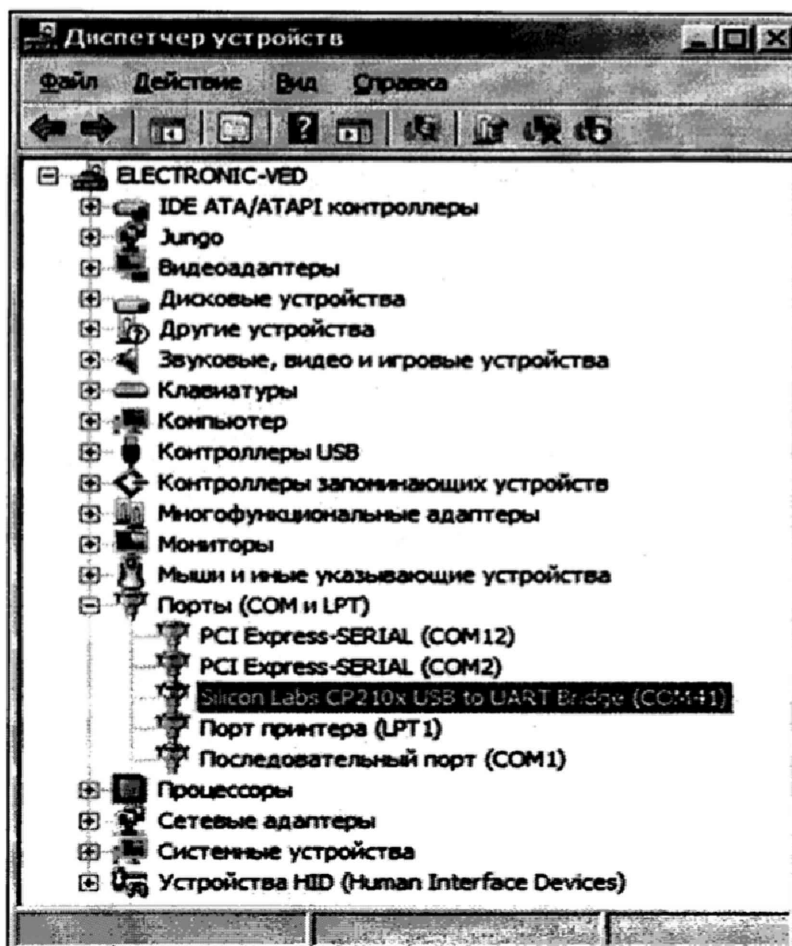

Рисунок 2.
10.3 После установки драйверов, при подключенном контроллере «Метройл», в диспетчере устройств, во вкладке «Порты (COM и LPT)» появится устройство типа «Silicon Labs CP210x USB to UART Bridge (COMxx)» (рисунок 2).